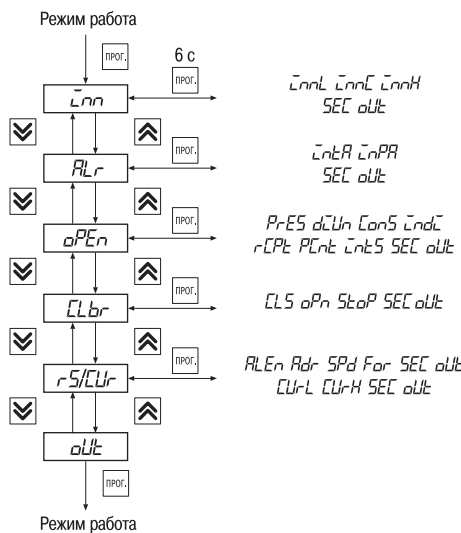

Рис. 17
6.2.2.2. Для входа в режим ПРОГРАММИРОВАНИЕ следует нажать и удерживать кнопку **ПРОГ.**. На цифровом индикаторе появится название первой группы параметров «**LnH**» (рис.17).